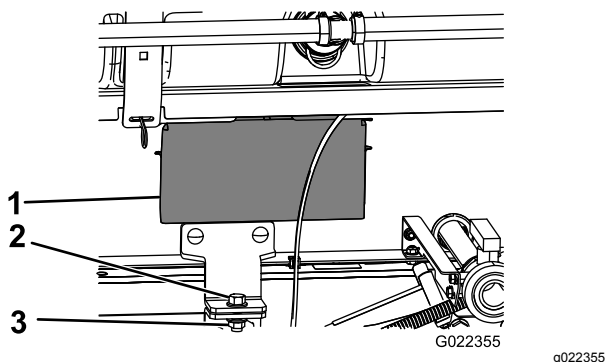

Figura 13
12. Utilize os painéis de acesso de ambos os lados do patim do depósito para verificar se há tubagens ou cabos entalados (Figura 13).
bloqueio (1/2 pol.) conforme ilustrado em Figura 13.